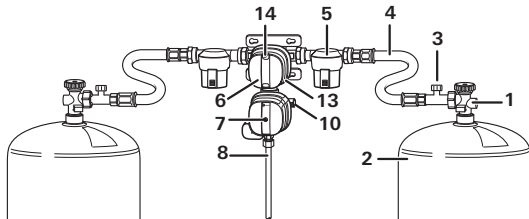

Bild 1a: DuoControl CS vertikal
- Gasflaschen (2) anschließen und den ordnungsgemäßen Zustand aller Schlauchverschraubungen prüfen.
- Ventile beider Gasflaschen (1) öffnen.
- Schlauchbruchsicherung (Bild 1a – 3) am Hochdruckschlauch circa 5 Sekunden kräftig drücken. Im Sichtfenster (14) wechselt die Anzeige auf grün.
- Ist der gelbe Resetknopf (7) nicht gedrückt (Stellung „nicht betriebsbereit“), den Crashsensor zurücksetzen.
- Zum Beispiel Drehknopf (13) bis zum Anschlag nach links drehen (linker Anschluss = Betriebsflasche).
- Ventil (1) der leeren Gasflasche (2) schließen.
- Hochdruckschlauch (4) von der Gasflasche (2) abschrauben bzw. falls vorhanden, Aufsteckadapter abnehmen.
- Ventil (1) der vollen Gasflasche öffnen.
- Schlauchbruchsicherung (Bild 1a – 3) drücken und gegebenenfalls gelben Resetknopf (7) drücken, leicht im Uhrzeigersinn drehen und 10 Sekunden halten.